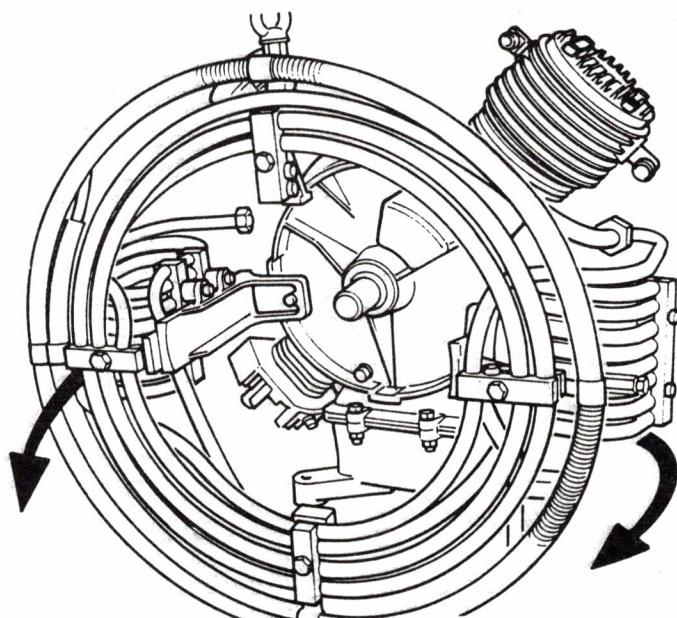

Bild 11 Kühlerpaket abnehmen
- Kühlerpaket, vollst., von der Lagerdeckelseite aus vom Verdichterblock abnehmen. Dabei die seitlichen Kühlerhalterungen leicht nach außen biegen, um sie am Lagerdeckel vorbeizuführen (Bild 11).